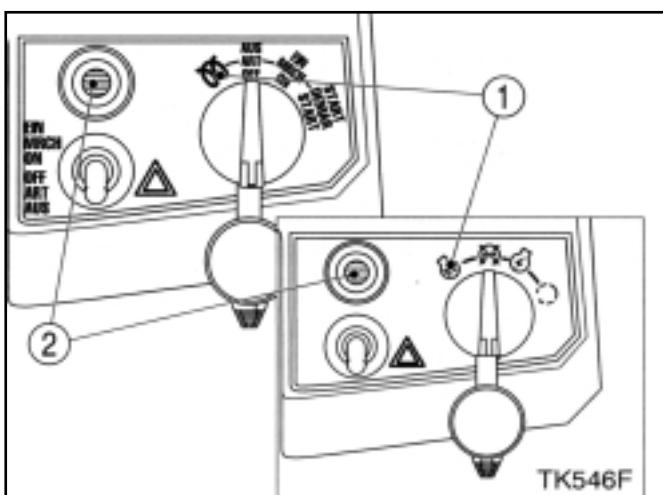

FIG. 8 / ABB. 8 / FIG. 8
Quand le contacteur (1) dans la Fig. 8 est sur la position PRECHAUFFAGE (⌚ ou ⏳), le témoin (2) s'allumera après quelques secondes pour indiquer que les chambres de combustion du moteur sont préchauffées et que le moteur, par temps froid, peut être démarré.
Wird der Zündschalter (1) in Abb. 8 auf Position VORGLÜHEN (⌚ oder ☺) gestellt, leuchtet die Vorglühanzeige (2) mehrere Sekunden lang auf. Dies zeigt, daß die Brennräume zum Anlassen des kalten Motors vorgeheizt sind.
Wanneer men de contactsleutel (1) in Fig.8 naar de VOORGLOEIEN-stand draait, begint het voor-gloeien-verklikkerlampje (2) na enkele seconden te branden om aan te duiden dat de verbrandings-kamers in de motor voorverwarmd zijn en dat de koude motor gestart kan worden.